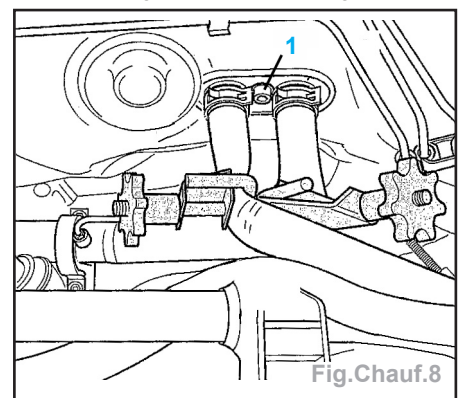

Fig.Chauf.8
- Déposer la vis de fixation (1) du radiateur de chauffage sur le tablier (Fig.Chauf.8).